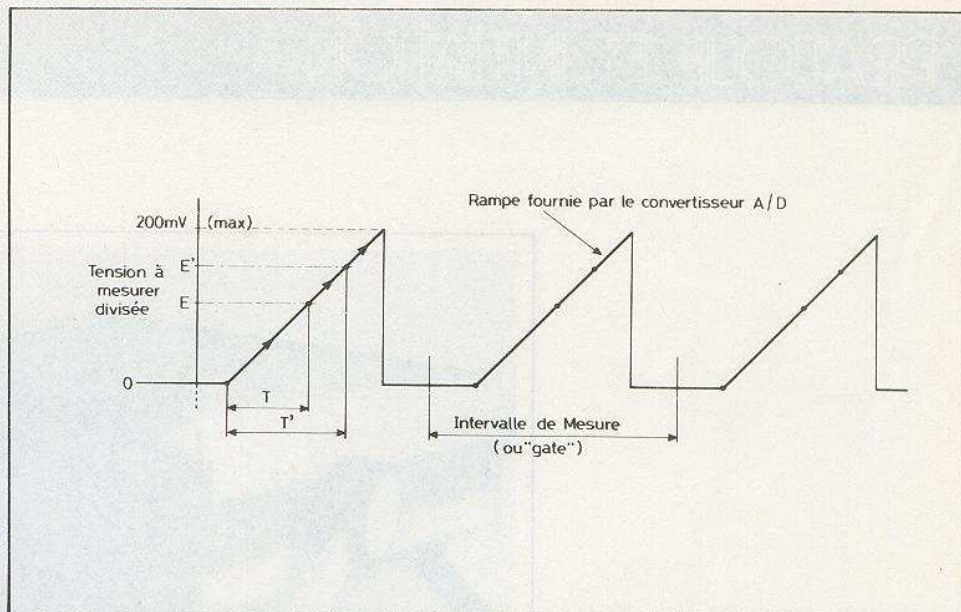

Fig. 1. - Deux possibilités pour les multimètres, ici la représentation d'une simple rampe.
Le principe général en est simple (voir figure 1) : une tension interne monte linéairement avec le temps jusqu'à 200 mV, revient à zéro puis recommence son cycle toutes les secondes environ, au départ de chacune de ces rampes s'établit un chronométrage T qui sera arrêté lorsque ce potentiel croissant atteindra très exactement celui qui est appliqué à l'entrée de l'appareil (E) ; c'est le rôle d'un comparateur de tensions qui détermine donc un temps T rigoureusement proportionnel à la tension E à mesurer.